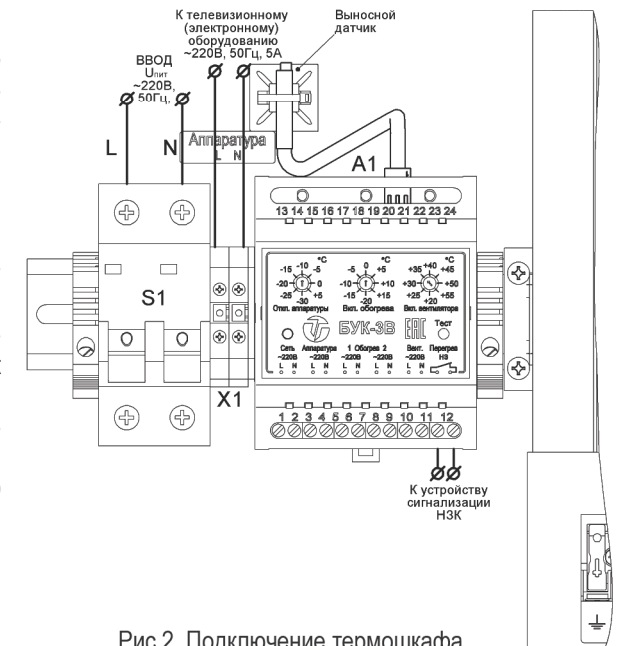
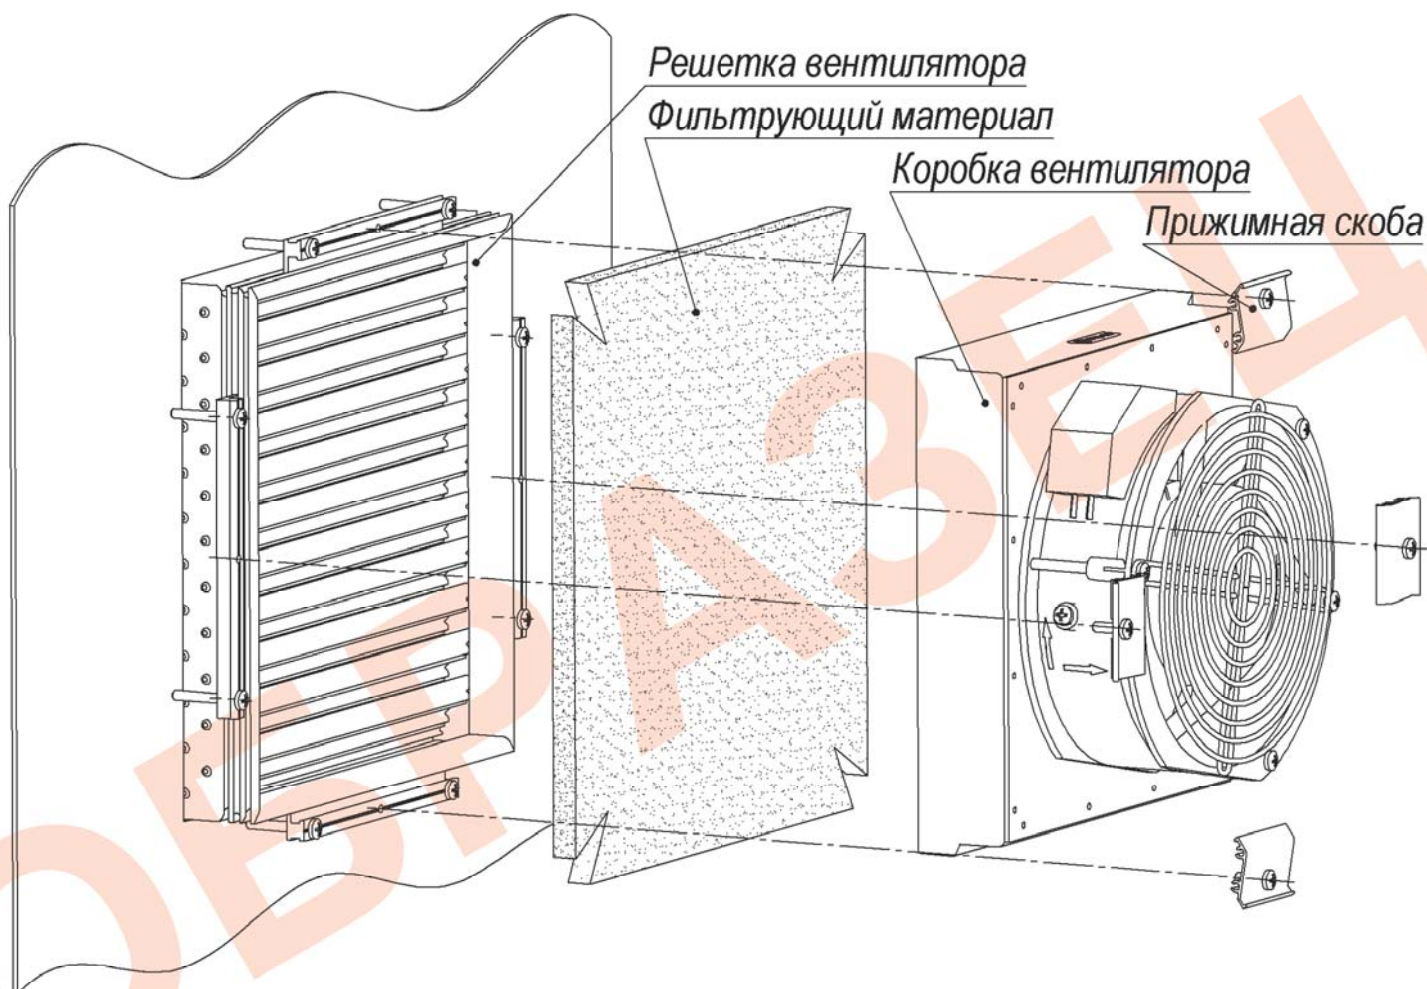

Рис.2. Подключение термошкафа
Рис.3 Замена фильтрующего элемента ВТШ-170
3. Отсоединить провода кабеля К1 (рис.3) от колодки вентилятора ВТШ-170.
Подключение термошкафа производится в соответствии со схемой электрической принципиальной (рис.3) и рис.2. Для подключения необходимо:
Для замены фильтрующего элемента (рис.3), необходимо: